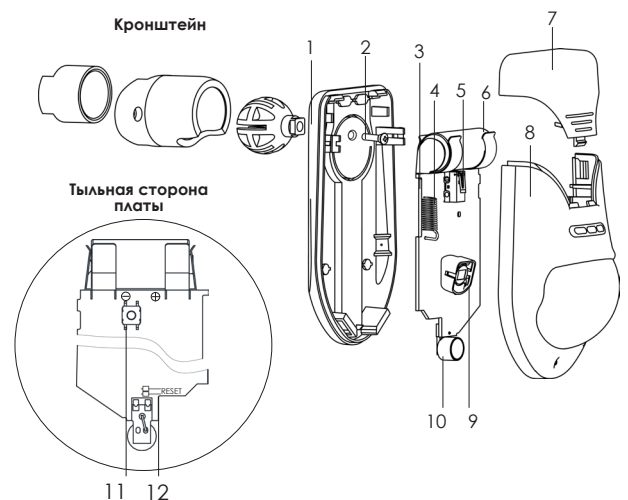

Рисунок 3 – Конструкция датчика
9.2 Вскройте корпус датчика, сдвинув верхнюю панель (лючок (рис.3, поз.7)).